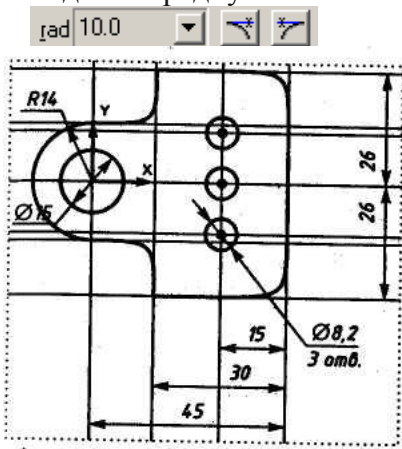

Рисунок 55
6. С помощью параллельных вспомогательных прямых по команде Ввод вспомогательной параллельной прямой на панели инструментов строим каркас нашей детали (оранжевый цвет) относительно прямых, полученных на рис. 43, по размерам, указанным на рис. 55. Параметры для параллельных прямых вводим в окне **ds** «строки параметров» по команде <Alt>+<s>.
9. По команде Ввод дуги  строим дугу радиусом R14, вводя в Строке параметров окружности в окне <rad> радиус окружности 14 по команде <Alt>+<R>. Нажмите <Enter> (см. рис. 55).